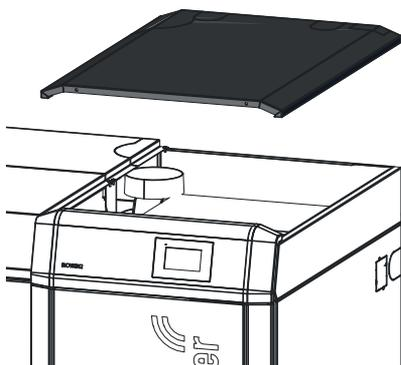

Fig. 58 Togliere il coperchio del rivestimento
- ▶ Togliere il coperchio del rivestimento – Fig. 58.